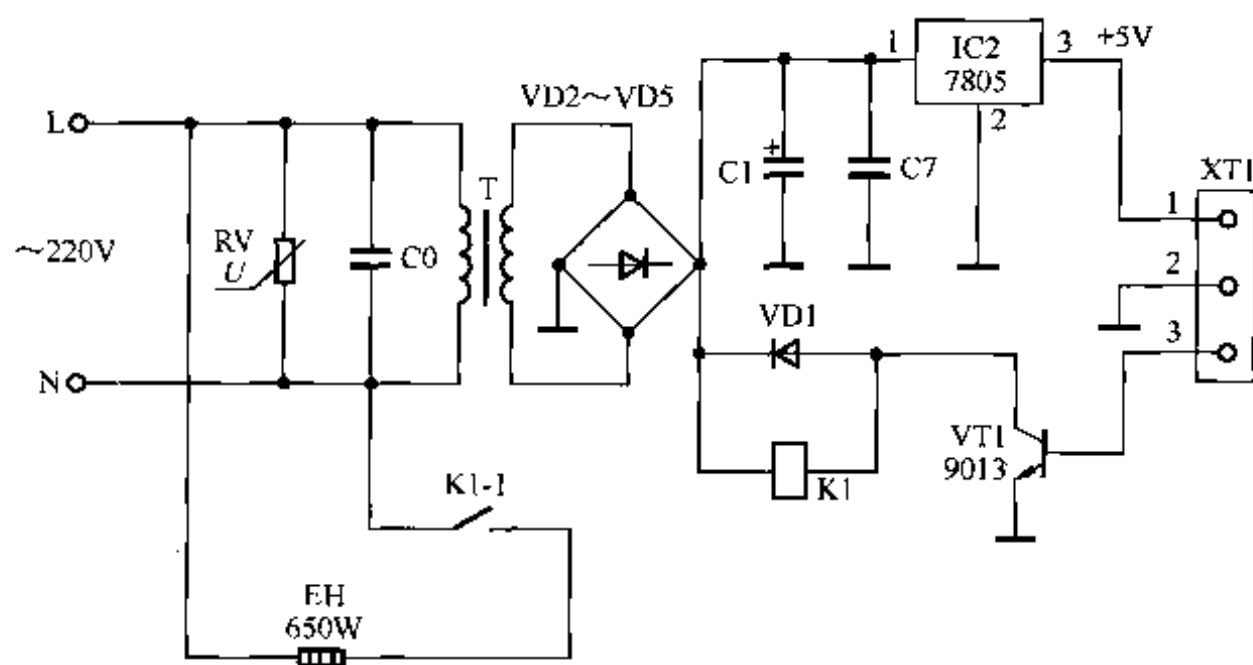
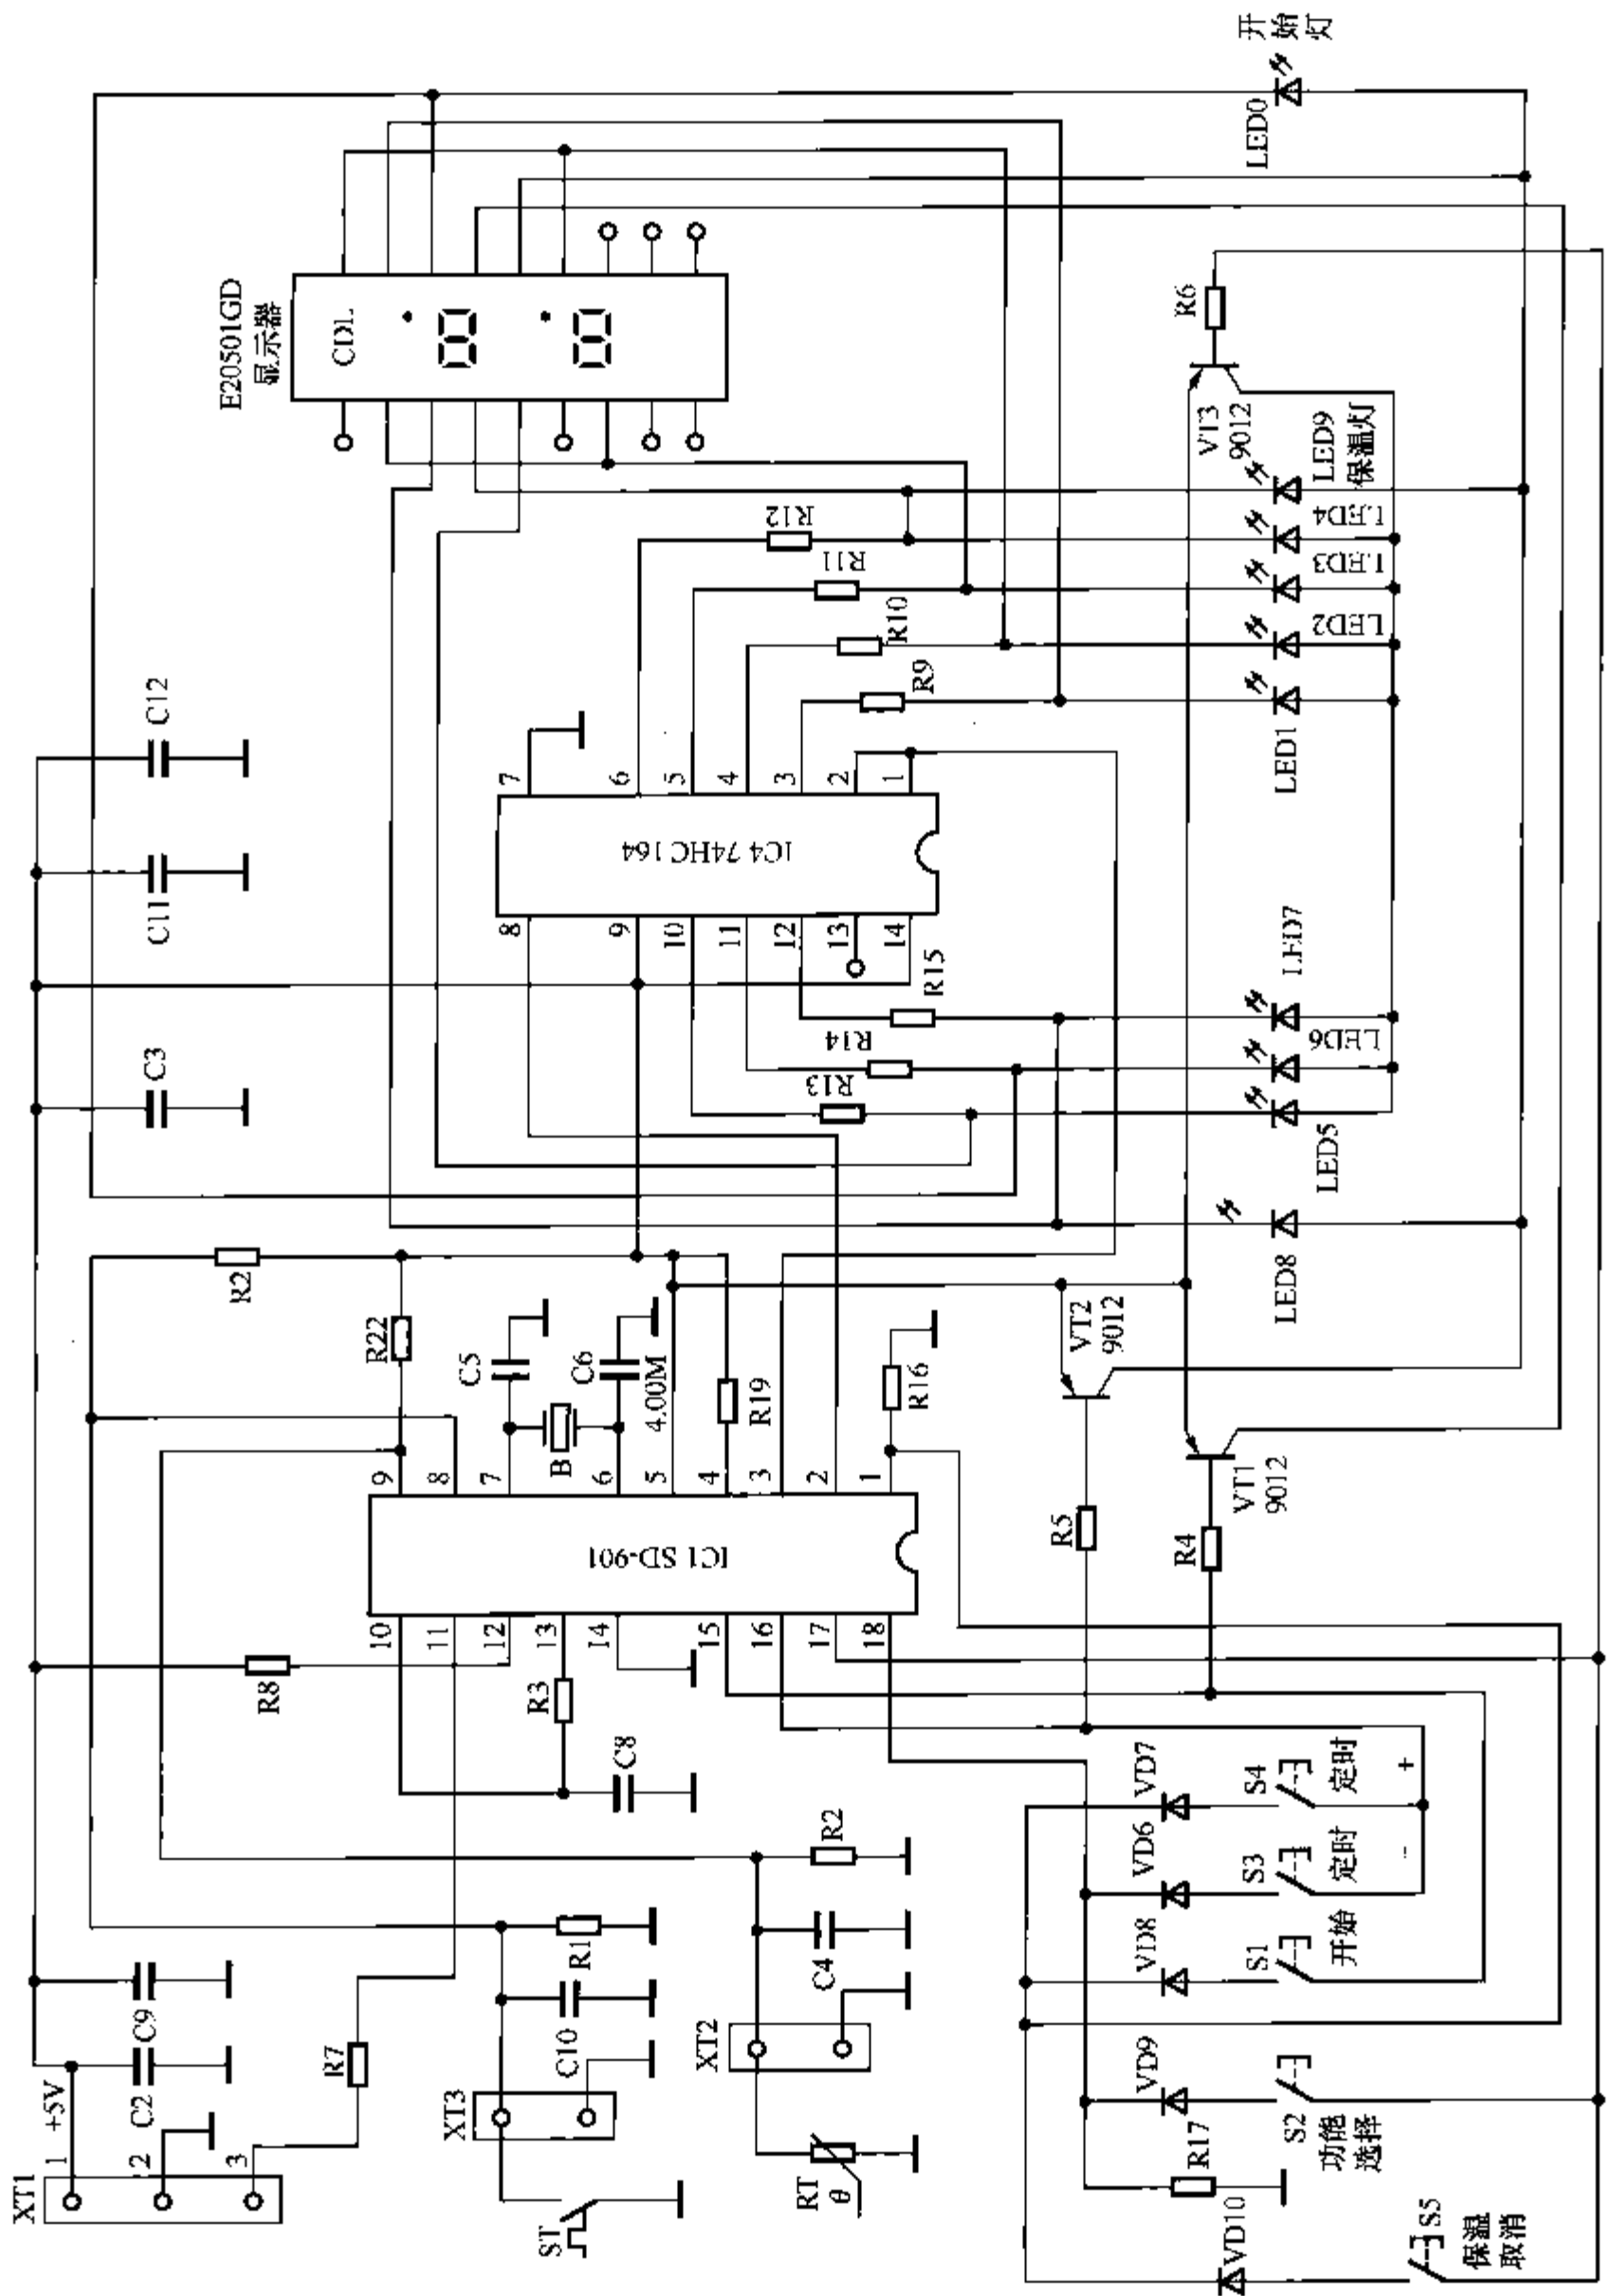

图 6-9 美的 MB-YC50A 型电饭锅电源电路
图 6-10 美的 MB-YC50A 型电饭锅控制电路
例进行介绍。其电源电路如图 6-9 所示，控制电路如图 6-10 所示。
如图 6-9 所示，220 市电电压经 C0 滤波，再经电源变压器 T 降压产生 9V 交流电压，该电压经 VD2~VD5 构成的整流堆进行整流，通过 C1、C7 滤波产生 9V 电压。该电压分为两路输出：一路为继电器 K1 供电；另一路经三端稳压器 IC2 (7805) 稳压产生 5V 直流电压，经插接件 XT1 的①脚为微处理器电路供电。
如图 6-10 所示，该机的微处理器基本工作条件电路由供电电路、复位电路和时钟振荡电路构成。